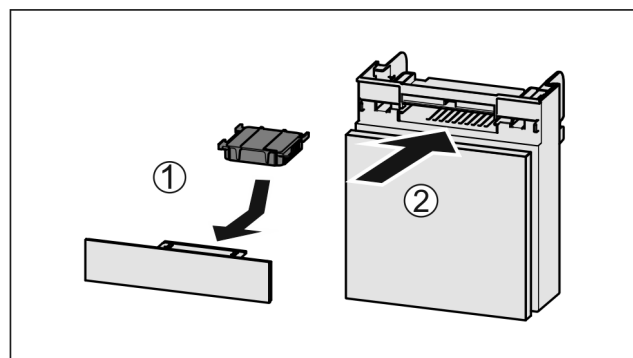

Fig. 196
- ▶ Filtr s aktivním uhlím vložte podle vyobrazení Fig. 196 (1).
- ▶ Zásuvku zasuňte Fig. 196 (2).